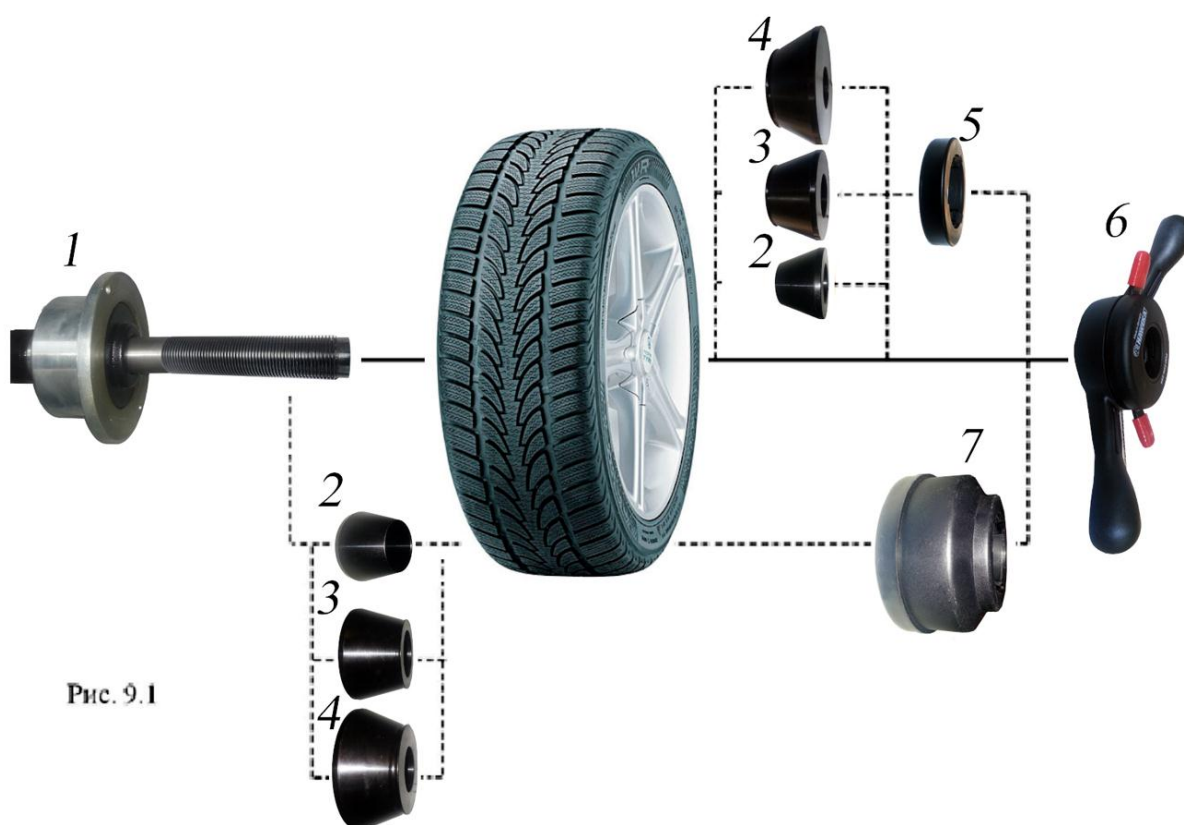

Рис. 9.1
9.2. Балансируемое колесо закрепляется на валу СБ за центральное отверстие диска с помощью конусов и быстросъемной гайки с раздвижными резьбовыми сухарями. В зависимости от конфигурации диска конус может быть установлен как с внешней стороны диска (вариант «а»), так и с внутренней (вариант «б»). При этом на гайке 6 кольцо 5 должно быть заменено на чашку 7. (см.рис. 9.1)
9.6. СБ оборудован педалью для ускорения установки колеса по (варианту «б») (см. рис. 9.1) Установите колесо на конус, установите быстросъемную гайку, нажмите два раза педаль, удерживая колесо и быстросъемную гайку. Вал СБ начнет вращаться, зажимая колесо, когда колесо будет зажато вращение вала остановится. Окончательно затяните колесо быстросъемной гайкой вручную.